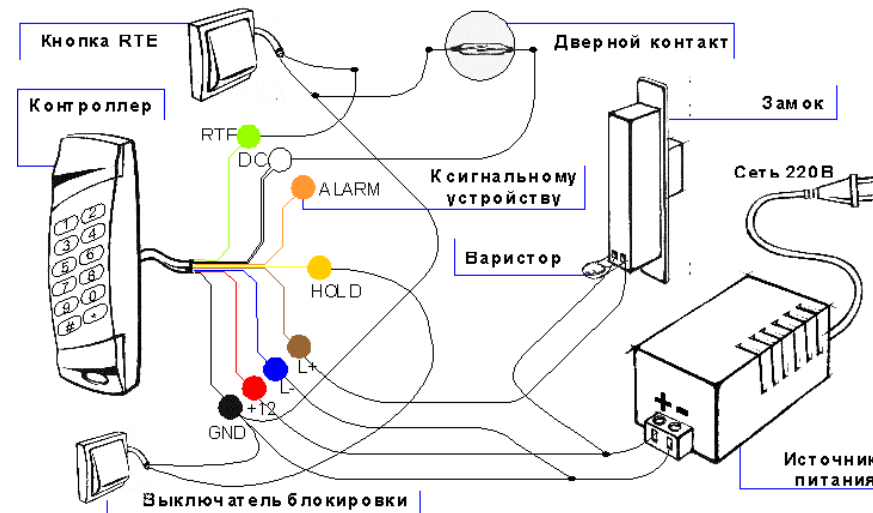

Рисунок 2. Подключение контроллера в заводской конфигурации.
- ❑ Электрозамок или электрозащелка, отпираемый напряжением. Подключается в соответствии со схемой (рисунок 2).
- ❑ Сигнальное устройство. Подключается в соответствии со схемой (рисунок 2).
Для использования дополнительного охранного датчика его необходимо подключить в соответствии со схемой, показанной на рисунке 3. Если необходимо, на датчик следует подать питание от того же источника, от которого питается контроллер. Если питание датчика осуществляется от отдельного источника, то необходимо объединить земли (общий провод) обоих источников питания. Остальные элементы системы подключаются в соответствии с приведенными выше указаниями (рисунок 2).